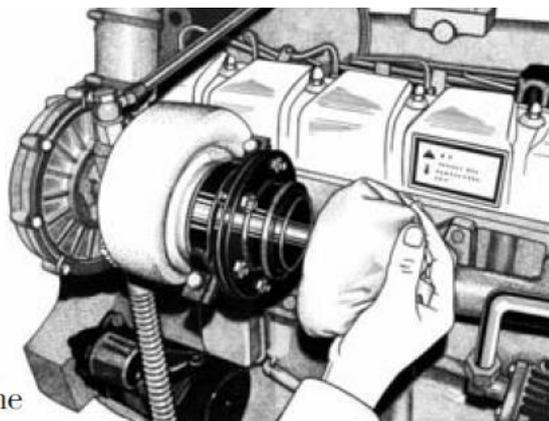

Fig2-11 Stop the Engine
4.5 Коли двигун набирає швидкість некеровано, перекрийте подачу палива або заглушіть систему повітрозабірника, щоб зупинити двигун (див. Рис. 2-11 – Зупиніть двигун).